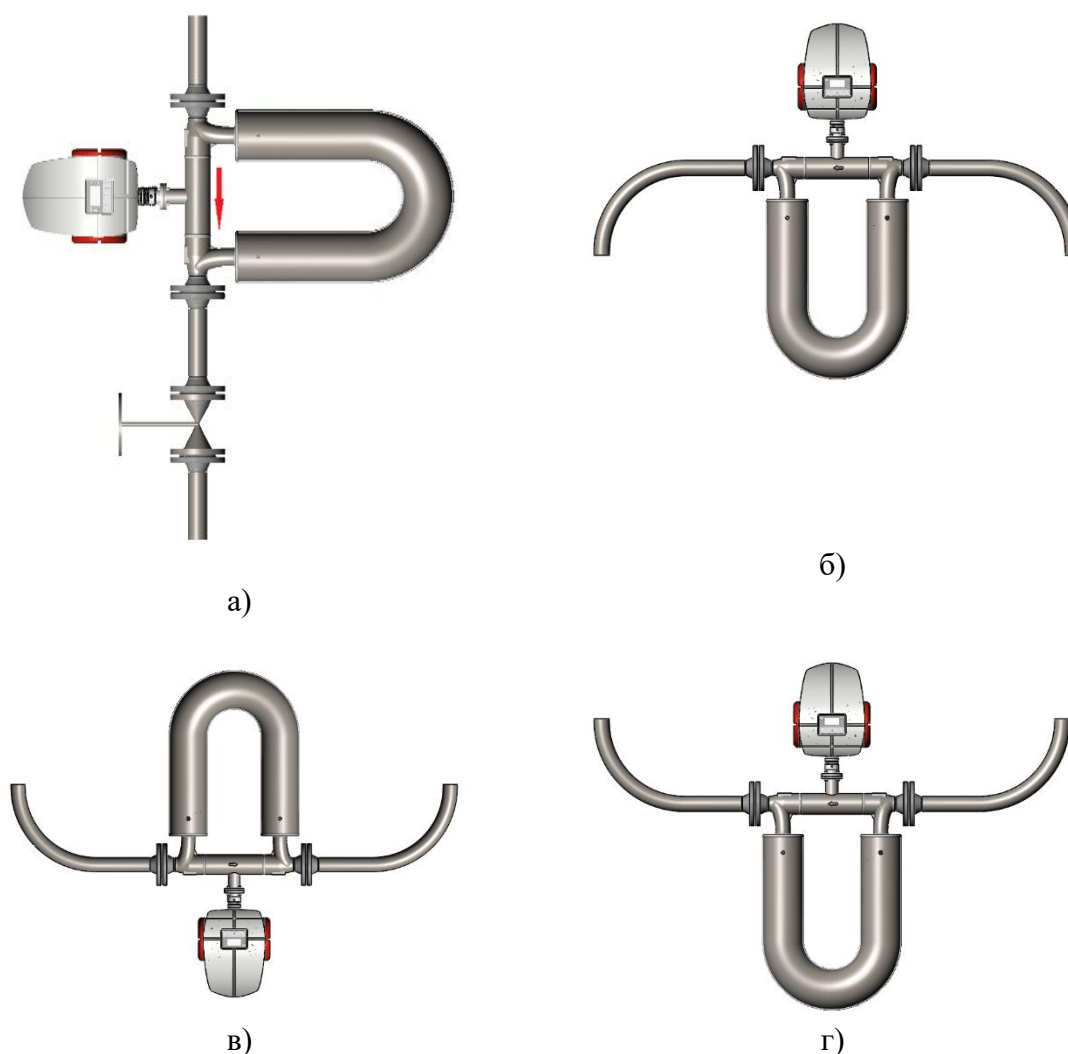

Рисунок 9 – Нежелательные варианты установки счетчика-расходомера:
- при сифонном эффекте, возникающем на нисходящем участке трубопровода, а также на участке, имеющем свободный слив рабочей среды измерения в атмосферу (рисунок 9а)
- при скапливании воздуха (газа) в наивысшей точке трубопроводной трассы (рисунок 9б)
- при «завоздушивании» (заполнении газом) трубок измерительных датчика счетчика-расходомера (рисунок Рисунок 9в)
- при образовании отложений на прямых заниженных секциях трубопровода (рисунок Рисунок 9г)